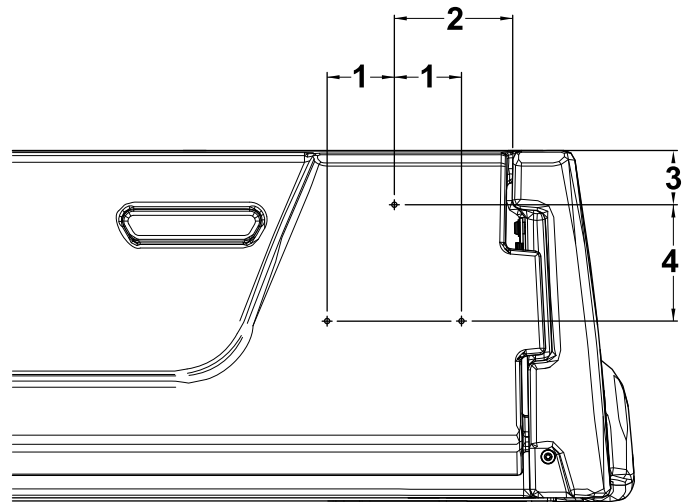

Figura 17
1. En el lado derecho del portón, mida 130 mm desde el borde derecho del portón y 60 mm desde el borde superior del portón, y marque este punto (Figura 17).
y hacia la izquierda, y marque estos 2 puntos (Figura 17).
3. Perfore un orificio de 5 mm en cada una de las 3 posiciones marcadas (Figura 17).